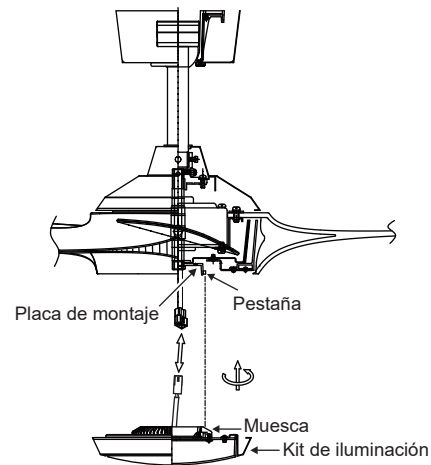

Fig. 16
**Paso 1.** Mientras sujeta el kit de iluminación LED debajo del ventilador, realice las conexiones polarizadas: (Fig. 16)